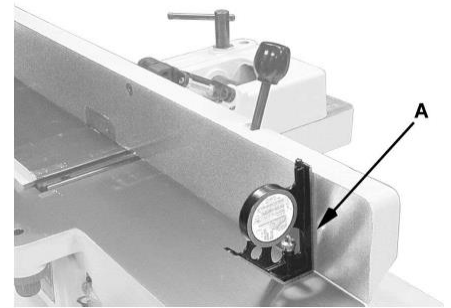

Рис. 25
5. Поместите инструмент для измерения угла на стол и на упор, чтобы проверить правильность установки угла  $90^\circ$  (A, рис. 25).
6. Если упор находится не под прямым углом по отношению к столу, ослабьте фиксатор (J), ослабьте шестигранную гайку (F), и вращайте стопорный болт (E) до тех пор, пока угол между упором и столом не составит  $90^\circ$ .
7. Затяните стопорную гайку (F) чтобы зафиксировать угол. Затяните фиксатор (J).